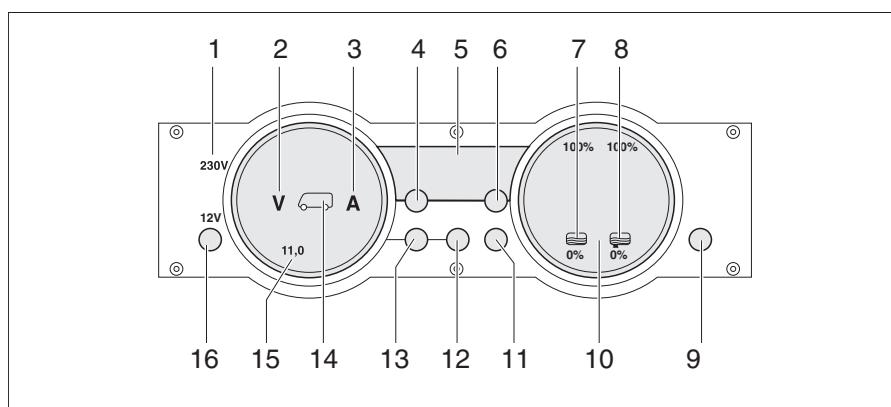

Fig. 271 Panel MP 20-S
La luz de control de 230 V (Fig. 271,1) se enciende cuando hay tensión de red en la entrada del bloque eléctrico.
El interruptor principal de 12 V (Fig. 271,16) conecta y desconecta el panel y la alimentación de 12 V del habitáculo.
- Pulsar la tecla "12 V" (Fig. 271,16) brevemente. La alimentación de 12 V del habitáculo está conectada. La visualización de control "12 V" está encendida.
- ▷ En caso de que después de la conexión parpadeen tanto el LED "11,0" de la visualización de voltios así como el símbolo Voltios "V" (Fig. 271,2) en el instrumento indicador Baterías (Fig. 271,15), será demasiado baja la tensión de la batería del habitáculo. Cargar la batería.
- ▷ En caso de que después de la conexión parpadeen tres veces la visualización de control "12 V", el símbolo Batería del habitáculo (Fig. 271,14) y el símbolo Voltios "V" (Fig. 271,2), estará activada la separación de batería. Desactivar la separación de batería.
- Pulsar la tecla "12 V" (Fig. 271,16) brevemente. La alimentación de 12 V del habitáculo está desconectada. La visualización de control "12 V" se apaga.
- Pulsar la tecla Batería del habitáculo (Fig. 271,12) y mantenerla pulsada aprox. 10 segundos. Los símbolos Voltios "V" (Fig. 271,2) y Amperios "A" (Fig. 271,3) parpadean tres veces. La batería del habitáculo está separada de la red de a bordo de 12 V.
- Pulsar la tecla "12 V" (Fig. 271,16) y mantenerla pulsada aprox. 5 segundos. El símbolo Voltios "V" (Fig. 271,2) parpadeará tres veces. La batería del habitáculo está conectada a la red de a bordo de 12 V. La visualización de control estará encendida durante aprox. 2 segundos.
- Pulsar la tecla de la batería del habitáculo "" (Fig. 271,12). El símbolo Voltios "V" (Fig. 271,2) estará encendido. Según la carga o la descarga, el símbolo Amperios "A" estará encendido de color blanco o bien rojo. La tensión de la batería y la corriente de la batería del habitáculo son visualizadas a través de LEDs en el instrumento indicador.
- Pulsar la tecla de la batería del motor de arranque "" (Fig. 271,13). El símbolo Voltios "V" (Fig. 271,2) estará encendido. La tensión de la batería del motor de arranque es visualizada a través de LEDs en el instrumento indicador.
- Pulsar la tecla de los depósitos "  " (Fig. 271,11). Los símbolos Depósito de agua "  " (Fig. 271,7) y Depósito de aguas residuales "  " (Fig. 271,8) estarán encendidos. Los niveles de llenado del depósito de agua (escala izquierda) y del depósito de aguas residuales (escala derecha) serán visualizados a través de LEDs en el instrumento indicador.
El símbolo Voltios "V" (Fig. 271,2) y el LED "11,0" parpadearán tan pronto la tensión de la batería caiga abajo de 11 V (medición durante el funcionamiento) y exista el riesgo de una descarga completa.
El símbolo Depósito de agua "☵" (Fig. 271,7) o el símbolo Depósito de aguas residuales "🚽" (Fig. 271,8) parpadeará si el depósito de agua está vacío o el depósito de aguas residuales está lleno.
A través del visualizador digital (Fig. 271,5) es posible visualizar la temperatura interior y la temperatura exterior.
- Pulsar la tecla Temperatura interior "🌡" (Fig. 271,4). Indica la temperatura interior.
- Pulsar la tecla Temperatura exterior "🌡" (Fig. 271,6). Indica la temperatura exterior.
La tecla "Res" (Fig. 271, 9) permite conectar y desconectar la calefacción del depósito o la bomba de agua a presión.